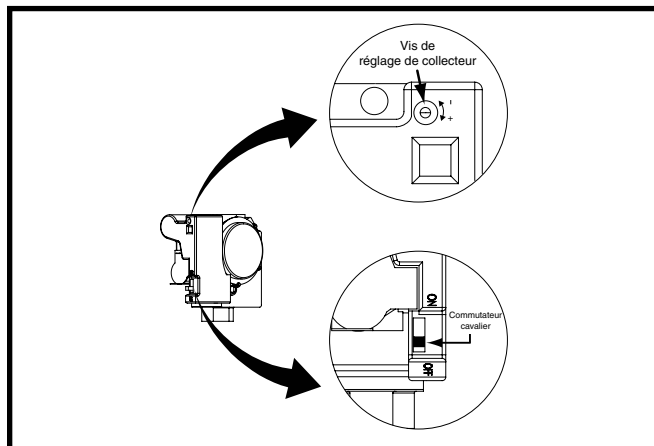

Figure 21. Vanne modulatrice à gaz
La conversion au gaz propane (GPL) est détaillée dans les directives d'installation fournies avec la trousse de conversion. En général, la conversion requiert le remplacement des orifices de brûleur et l'ajout d'un commutateur cavalier sur le régulateur de pression du robinet de gaz. Consulter la Figure 21, \(page 25\) pour l'emplacement du commutateur cavalier.
- b.) Utiliser un petit tournevis pour tourner la vis de réglage (Figure 21) du régulateur jusqu'au réglage de plein débit.